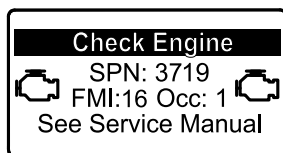

図 47
- ・ 駐車再生が必要になると、インフォセンターにエンジン警告 SPN 3719, FMI 16 図 47 が表示され、エンジン出力が 85% にダウンします。